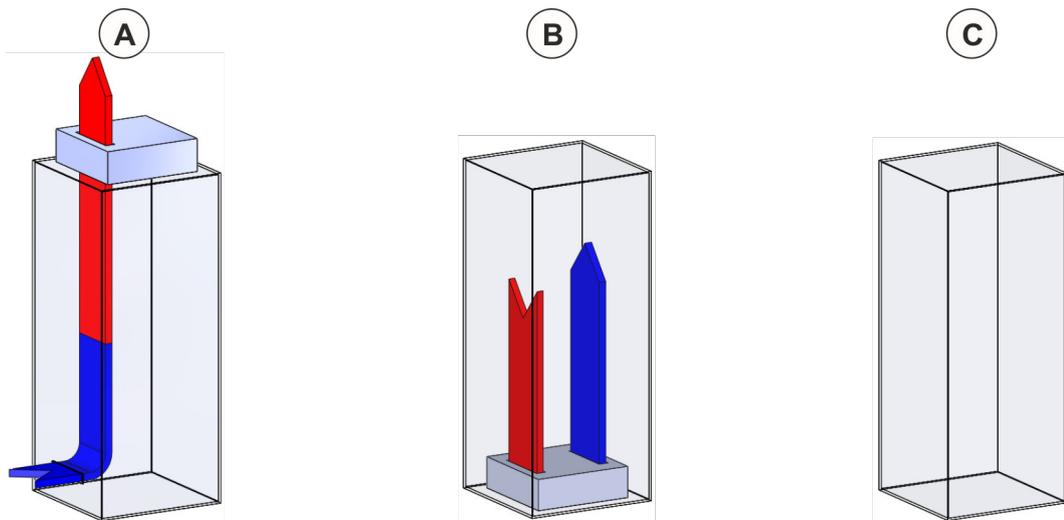

Fig. 15: Circuito de refrigeración del armario de distribución
- Uso exclusivo en armarios cerrados. Si se instalan aparatos de refrigeración, asegurarse de que no se produce intercambio de aire con el aire ambiente (Fig. 15).